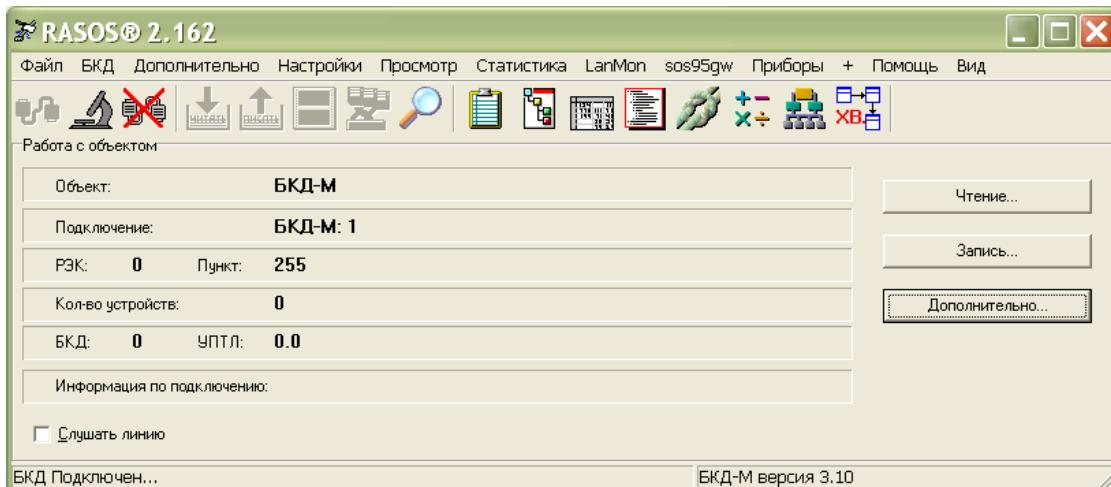

Рисунок 11
4) Выполнить подключение к блоку командой «БКД \ Подключение». Откроется окно, в котором будет указано «БКД-подключен» (рисунок 11).
- 4) Выполнить подключение к блоку командой «БКД \ Подключение». Откроется окно, в котором будет указано «БКД-подключен» (рисунок 11).